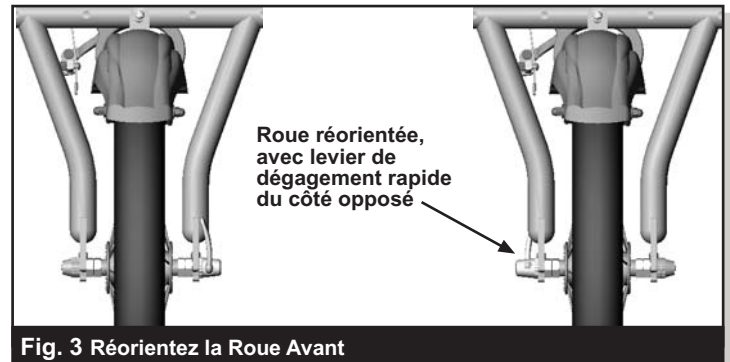

Fig. 3 Réorientez la Roue Avant
- a. Desserrez la roue avant et le système de dégagement rapide du frein avant, étape 6 dans le Manuel de l'Utilisateur. Démontez la roue avant et retournez-la de telle façon que le levier de dégagement rapide soit de l'autre côté, voir fig. 3. Remontez la roue avant, resserrez la roue ainsi que les leviers de dégagement rapide des freins.